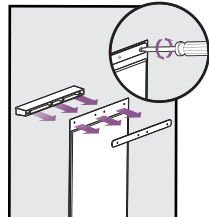

FIG. 17
4. Sätt i den nya vinylluckan och placera i den horisontellt och vertikalt så att den passar i dörramen. Sätt tillbaka befintlig panel och dra åt skruvarna (**Fig. 17**).